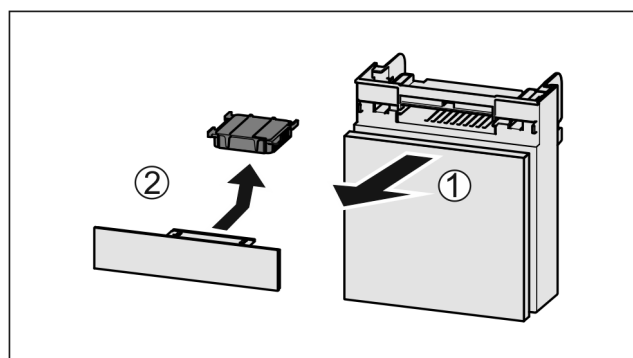

Fig. 103
► Zásuvku vytáhněte dopředu Fig. 103 (1).
► Filtr s aktivním uhlím vyjměte Fig. 103 (2).